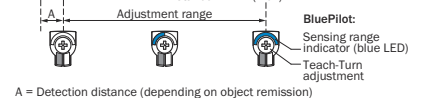

Figura 88: Curva característica 1, WTB26P-xxxxx1xx, luz vermelha
A distância mínima (=y) para a supressão do fundo pode ser determinada a partir do gráfico [ figura 88 ①] do seguinte modo: